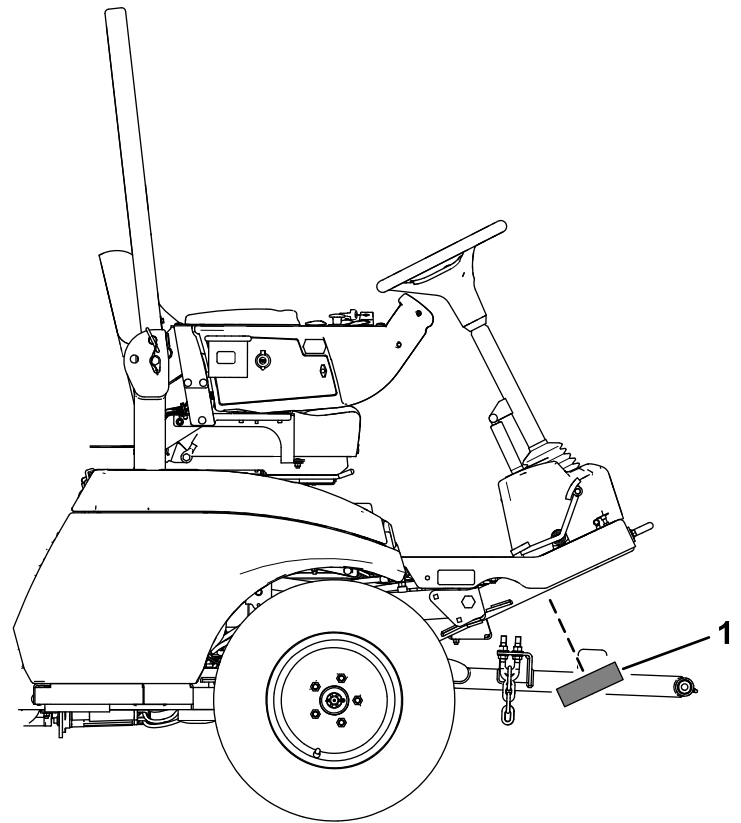

Figura 37
5. Instale la placa en el bastidor (Figura 37).